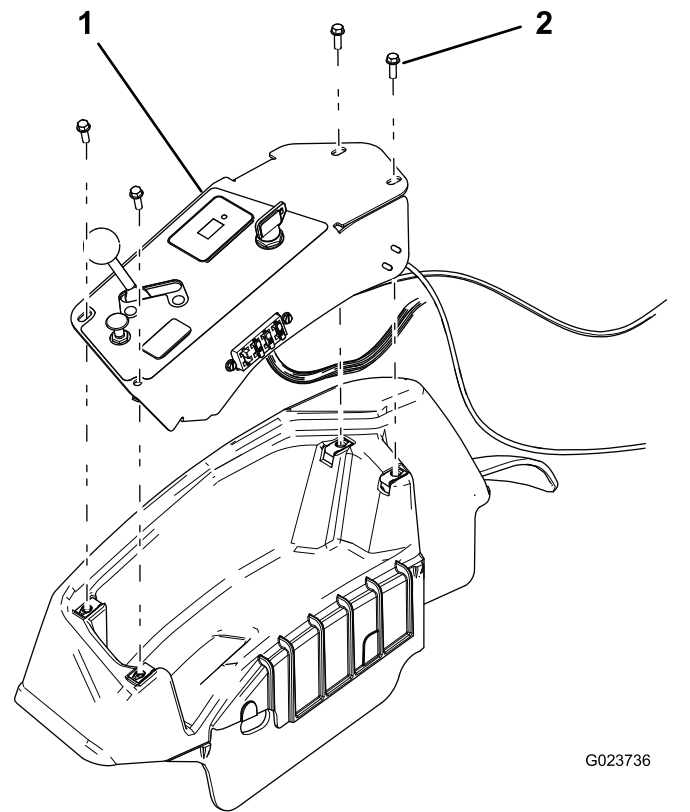

Bild 32
2. Nehmen Sie das Bedienfeld ab (Bild 32).